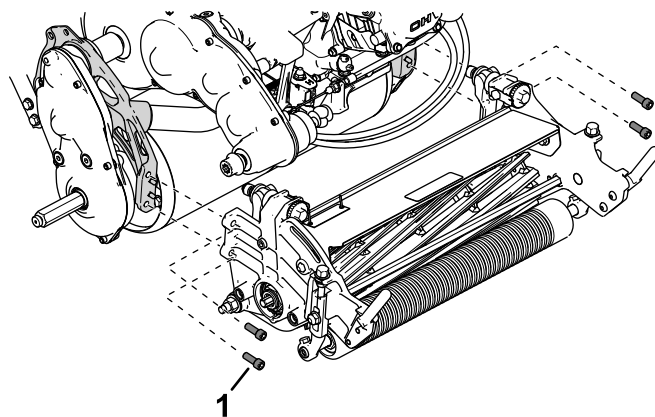

図 44
5. ソケットヘッドねじ 4 本でカッティングユニットをフレームに固定する **図 44**。